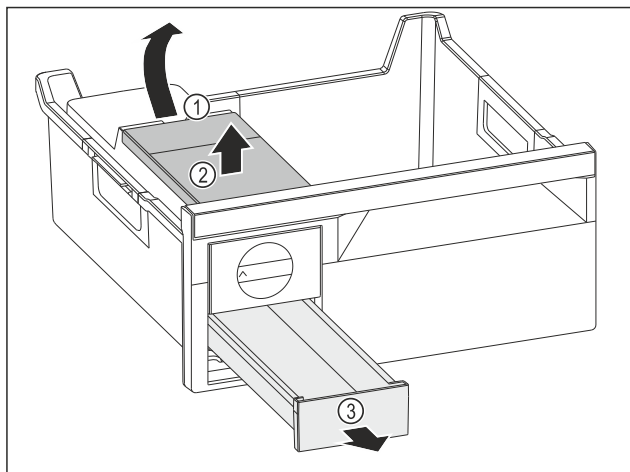

Fig. 130
- Estrarre il serbatoio dell'acqua: Sollevare il serbatoio dell'acqua nel vano Fig. 130 (1).
- Estrarre il serbatoio dell'acqua Fig. 130 (2) verso l'alto.
- Estrarre il cassetto del ghiaccio Fig. 130 (3) in avanti.